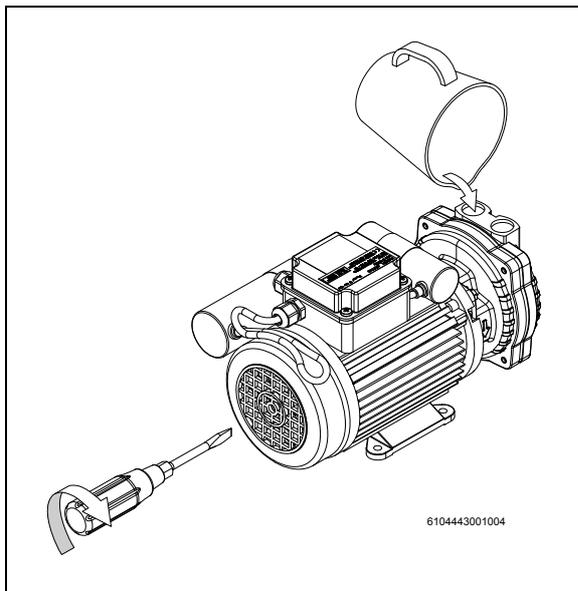

fig. 10: Versare il conservante e girare l'albero
- Inserire un cacciavite attraverso l'apertura centrale nella calotta di ventilazione sino alla fine dell'albero sul lato del ventilatore esterno (vedi fig. 10, pag. 23).
Girante bloccato.	<p>Girare l'albero, per liberalo.</p> <p>procedendo nel modo seguente:</p> <ul style="list-style-type: none"> • Mettere fuori servizio l'aggregato. • Inserire un cacciavite attraverso l'apertura centrale nella calotta di ventilazione sino alla fine dell'albero sul lato del ventilatore esterno (vedi fig. 10, pag. 23). • Girare completamente l'albero manualmente servendosi del cacciavite. • Rimuovere nuovamente il cacciavite.